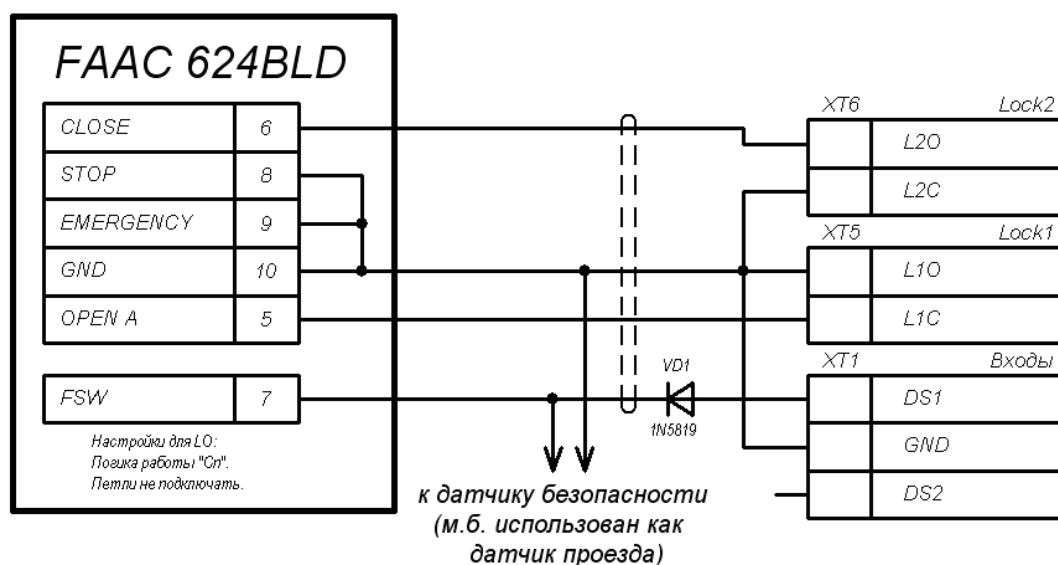

Рисунок 11. Пример схемы подключения шлагбаума FAAC с блоком управления FAAC 624BLD к контроллеру автотранспортной проходной
- Пример схемы подключения шлагбаума FAAC с блоком управления 624BLD представлен на рис. 11.